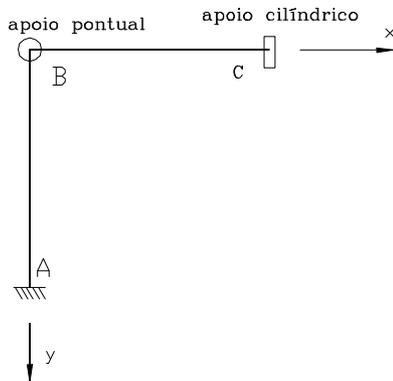
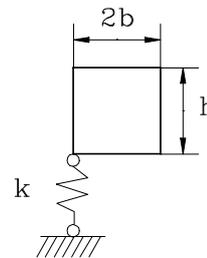

Figura 6
Figura 7
As barras da grelha representada na figura 6 têm o mesmo comprimento, $L = 3\text{m}$, e a mesma rigidez à flexão, EI (kNm^2), e à torção, $GJ = 1/2 EI$
- 5c) Suponha que o encastramento na secção A da grelha representada na figura 6 é substituído por uma mola com rigidez $k = 3EI$ (kN/m) fixada num vértice da secção transversal, como se indica na figura 7. Defina os deslocamentos independentes da grelha para estas condições de apoio e determine a(s) coluna(s) da matriz de rigidez da grelha associada(s) ao(s) deslocamento(s) independente(s) do nó A.